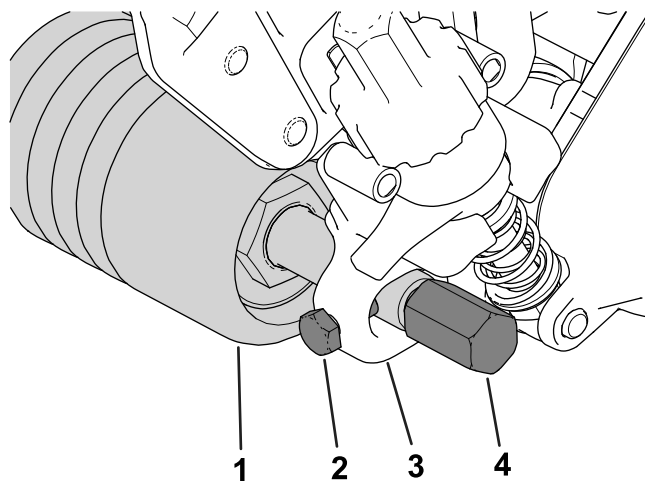
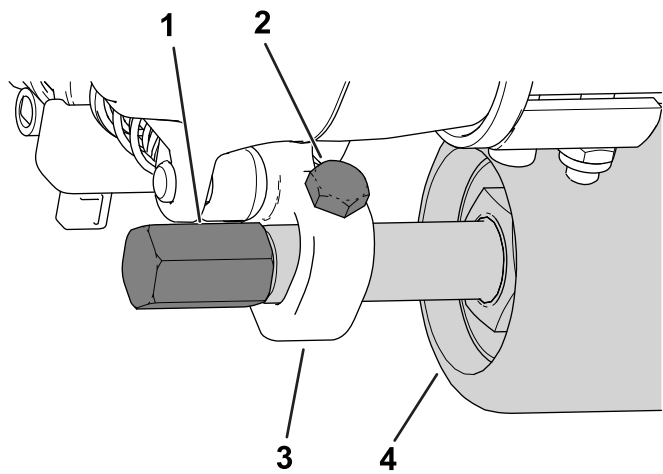

Figure 14
Figure 15
5. Insérez et centrez l'arbre du rouleau entre les supports de hauteur de coupe, et fixez-le en position avec 2 vis (Figure 14 ou Figure 15).
Vous pouvez installer les vis de fixation à l'avant (comme montré à la Figure 14) ou à l'arrière (Figure 15) des supports de hauteur de coupe. Si vous installez les vis à l'avant, le groomer ne touchera pas le rouleau, tandis qu'il le touchera si vous placez les vis à l'arrière.
- Fixez les protections du groomer de chaque côté de l'arbre de rouleau avant (Figure 14).